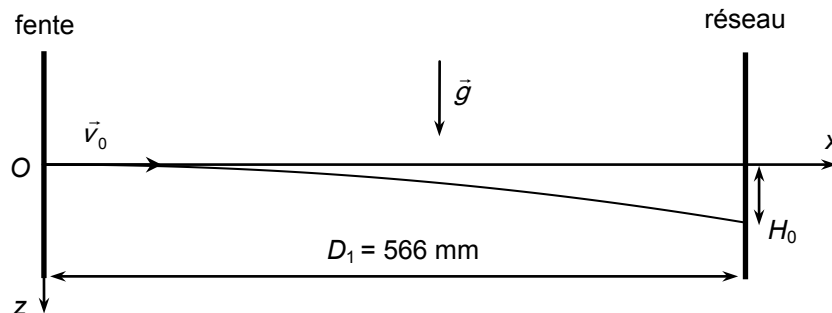

Figure 4. Trajectoire des molécules à la sortie de la fente.
**2.1.2.** Exprimer la date  $t_1$  à laquelle la molécule atteint le réseau en fonction de  $v_0$  et  $D_1$ . En déduire l'expression de la distance  $H_0$  (figure 4) en fonction de  $g$ ,  $D_1$  et  $v_0$ , puis calculer la valeur de cette distance pour une vitesse initiale  $v_0 = 1,5 \times 10^2 \text{ m.s}^{-1}$ .